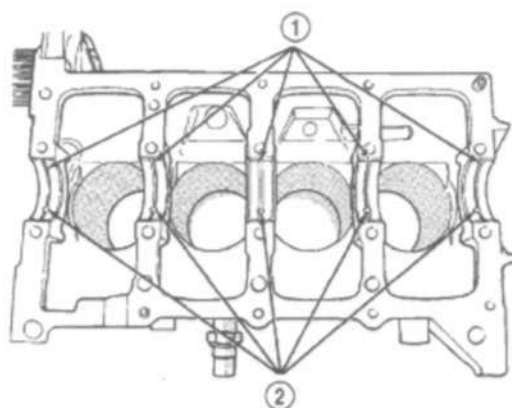
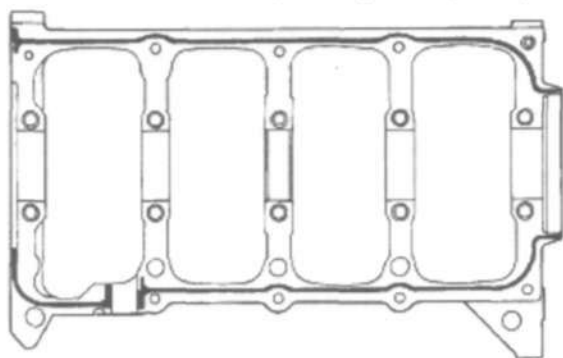

Рис. 48 Установка верхнего вкладыша коренного подшипника.
Рис. 49 Уплотнение крышек коренных подшипников/основания
(1) Установить вкладыши коренных подшипников со смазочными канавками в блок цилиндров (Рис. 48).
(2) Убедиться, что масляные отверстия блока располагаются соосно с масляными отверстиями подшипников. Пластины подшипников должны заходить в соответствующие прорези блока.
(3) Смазать подшипники и шейки, установить коленчатый вал. **ВНИМАНИЕ:** На основании использовать только указанный анаэробный герметик, в противном случае возможно повреждение двигателя. Проверить чистоту поверхностей блока цилиндров и основания.
(4) Нанести валик герметика Mopart Bed Plate Sealant толщиной от 1.5 до 2.0 мм на блок цилиндров, как указано (Рис.49).